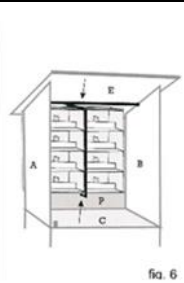

fig. 6
- Insérer les nids d'argile sur le dessus du support de nid P, puis placez les couvercles et l'entretoise d'argile. Sécurisez le support vertical sur le support P (fig. 6) et sur le toit E